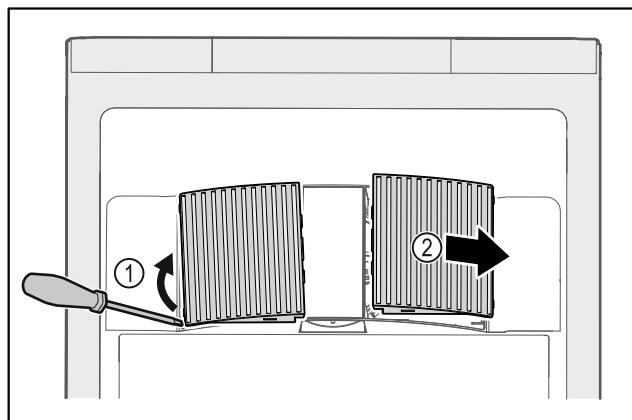

Fig. 164
- Oprezno podignite ventilatorske pokrove sa strane Fig. 164 (1) i skinite ih prema naprijed Fig. 164 (2).